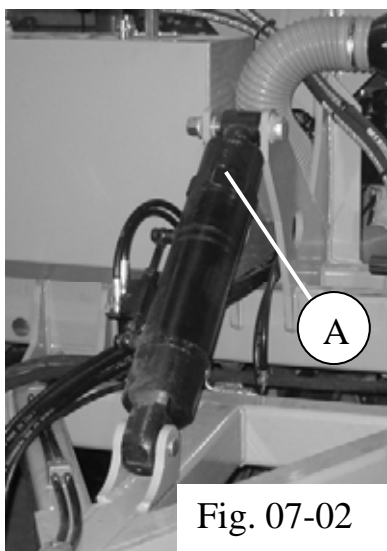
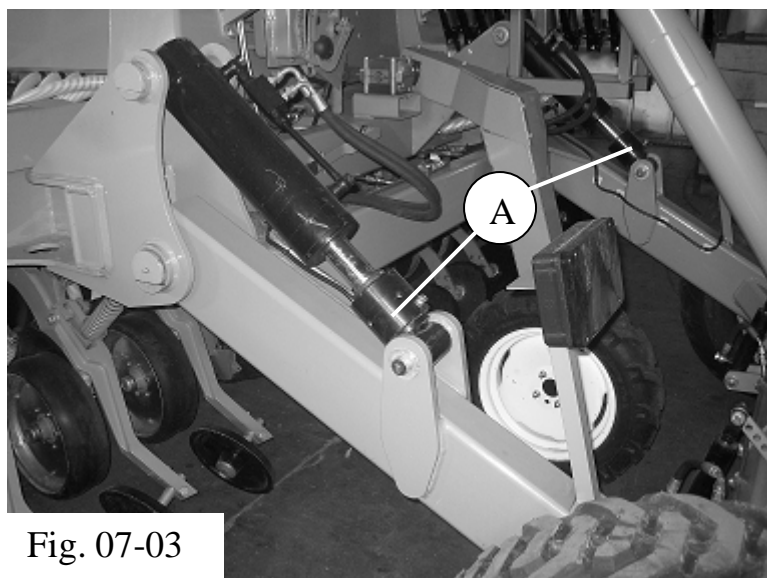

Fig. 07-02
Fig. 07-03
Asegurarse de que los usillos (A) de tope de los cilindros de trabajo Fig. 07-02 (lanza) y Fig. 07-03 (ruedas) estén dispuestos de tal modo que al recoger los vástagos estos toquen en sus respectivos toques. Una vez comprobado esto, elevar la máquina haciendo que los cilindros se posicionen en su máximo recorrido, (puede ocurrir que tarde un poco, ya que el circuito hidráulico de la máquina puede tener aire). A continuación bajar la máquina recogiendo el vástago de los cilindros hasta que estos toquen en los usillos.